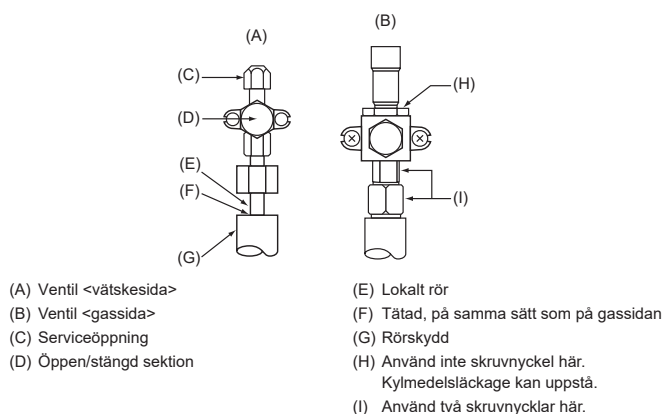

Fig. 4-5
4.4. Provmetod för att kontrollera om köldmedelsrören är lufttåta (Fig. 4-5)